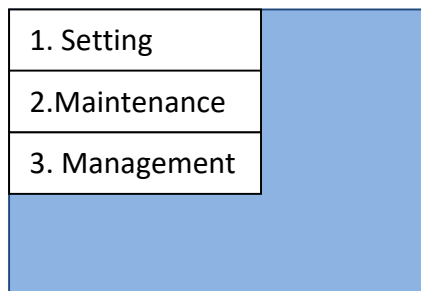
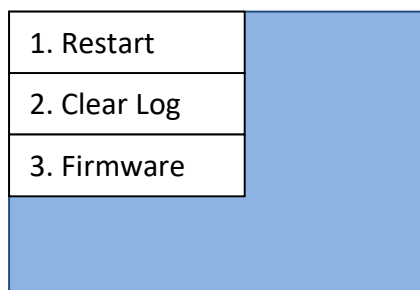
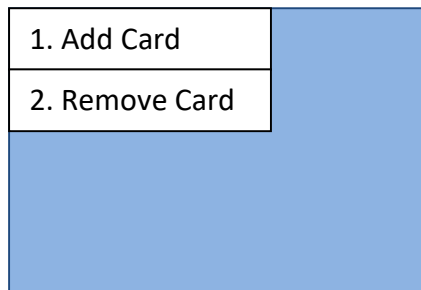
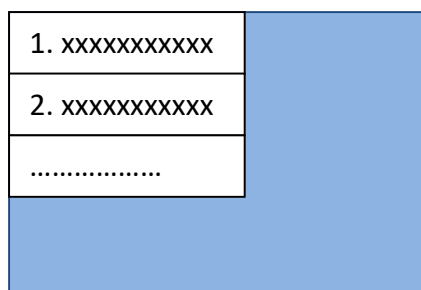

Figura 24 - Schermata principale di configurazione
Figura 29 - Schermata manutenzione
Figura 32 - Schermata di controllo RFID card
Figura 35 - Schermata rimozione card
- 4) Se la password è inserita correttamente, si apre la pagina in Figura 24, attraverso la quale è possibile avere accesso a tutte le configurazioni del dispositivo. Le voci del menù sono selezionabili attraverso i tasti Avanti e Indietro.
- 1) Dalla schermata in Figura 24, selezionare il punto '1 . Settings' e premere il tasto Conferma/invio. Attendere la comparsa della pagina in
- 1) Nella schermata in Figura 24, selezionare la voce '2. Maintenance' e premere su Conferma/Invio. Attendere la comparsa della schermata in Figura 29.
- 3) Selezionare 'Clear log' dalla schermata in Figura 29, per cancellare la lista eventi sul dispositivo. Confermare nella schermata in per effettuare la cancellazione.
- 4) Selezionare '3. Firmware' dalla schermata in Figura 29, per visionare la versione software del dispositivo.
- 1) Nella schermata in Figura 24, selezionare la voce '3. Management' e premere su Conferma/Avvio. Attendere la comparsa della pagina in Figura 32.
- 3) Per rimuovere una card di abilitazione carica, selezionare '2. Remove card' dalla schermata in Figura 32 e attendere la comparsa della schermata in Figura 35.